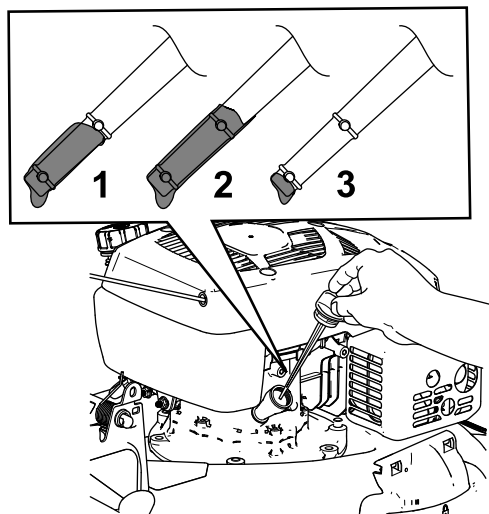

Figura 13
2. Retire la varilla (Figura 13).
5. Observe el nivel de aceite en la varilla (Figura 13).